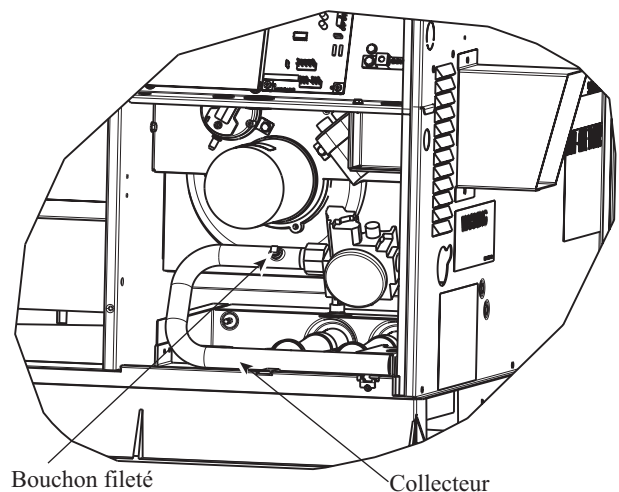

Figure 11 – Bloc brûleur
2. Retirez le bouchon de tuyau du collecteur (consultez la Figure 11) et raccordez le manomètre. Ouvrez l'arrivée de gaz de l'appareil.
4. Coupez l'arrivée de gaz de l'appareil. Débranchez le manomètre du point de pression et remettez en place le bouchon de tuyau sur la vanne de gaz. (Consultez la Figure 11.) Ouvrez l'arrivée de gaz de l'appareil et vérifiez s'il y a des fuites.